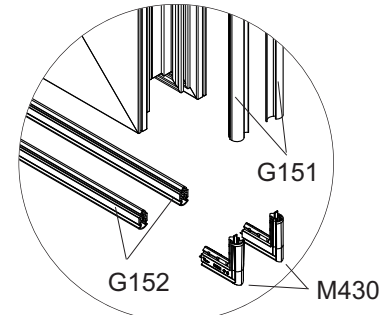

Abb. 3 Flügel unten **G151**, **G152** in **M430** einkleben
11. Die Dichtungen **G151** unten in die Formteile **M430** stecken und verkleben (Abb. 3).